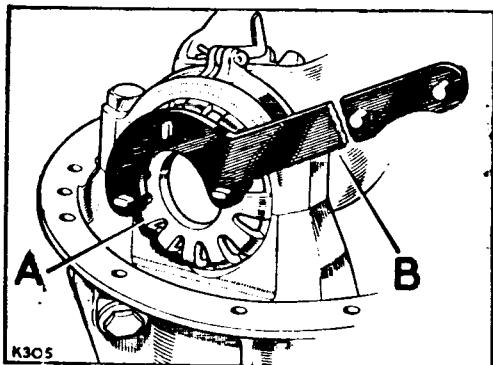

Fig. E1-60.- Ajuste de las tuercas con muesca
6.14.- Instalar las dos tuercas con muescas, A (Fig. E1-60), y las tapas de los cojinetes en los costados respectivos del diferencial; y apretar los tornillos de fijación de las tapas, pero no de una manera completa.